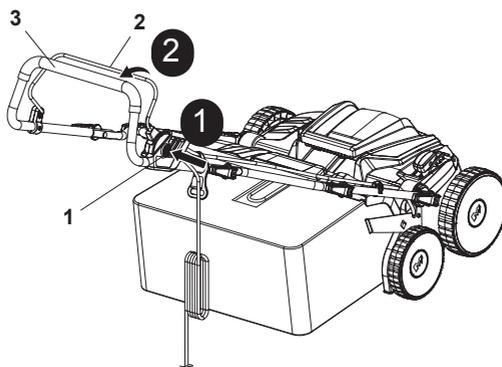

Fig. 13
3. Stai în spatele mânerului (3).
4. Apasă butonul de blocare (1) și menține-l în poziție, apoi trage mânerul de pornire (2) către mânerul de prindere (3) (Fig. 13, pașii 1, 2).
5. După pornirea mașinii, eliberează butonul de blocare (1).